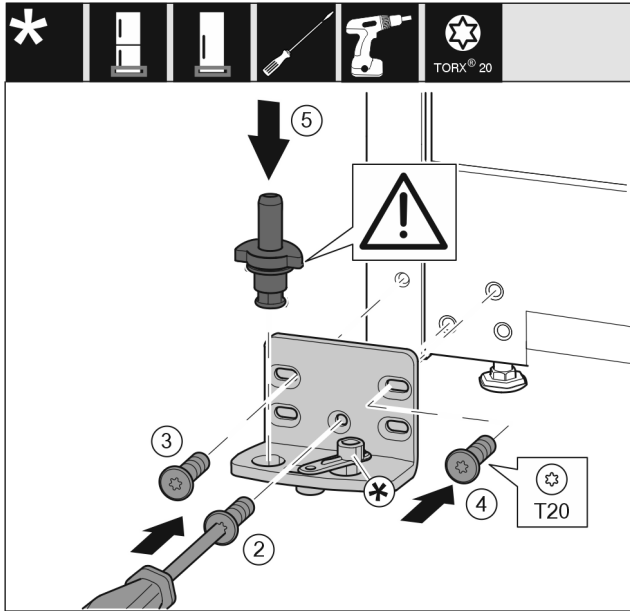

Fig. 19
- ▶ 将托架安装到另一侧，并借助螺丝刀旋紧。用螺钉 Fig. 19 (2) 从底部的中心开始。
- ▶ 拧紧螺钉 Fig. 19 (3) 和螺钉 Fig. 19 (4)。
- ▶ 将轴承螺栓 Fig. 19 (5) 完全装入。同时注意止动凸轮需指向后方。